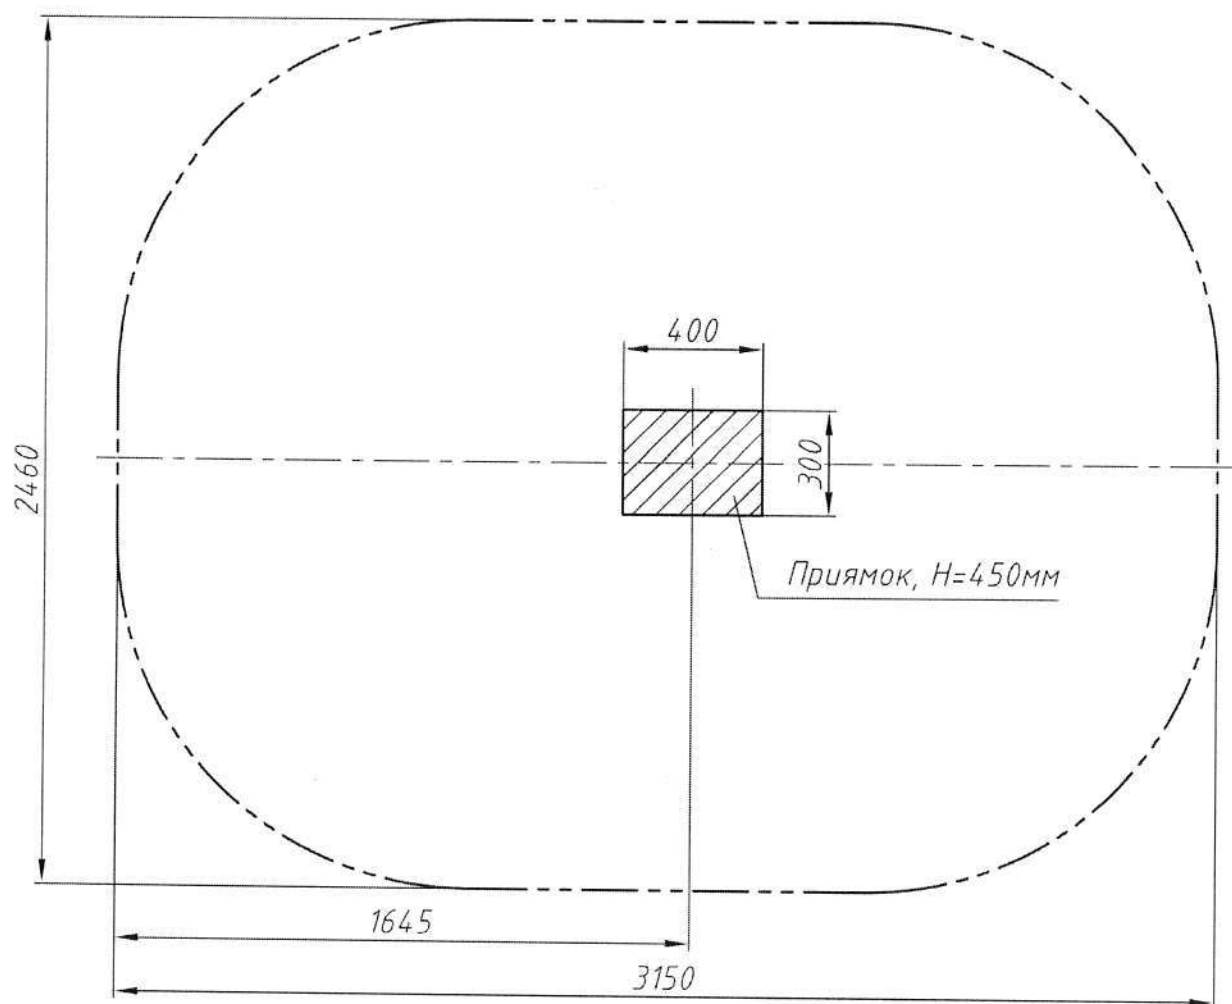

Рис.3 План фундаментного прямка качалки РТР 029-04
3.6. Монтаж качалки на пружине заключается в бетонировании фундаментного блока и закреплении на нем пружинного блока. Фундаментный прямоугольник выполнить в соответствии с планом фундамента (рис. 3).